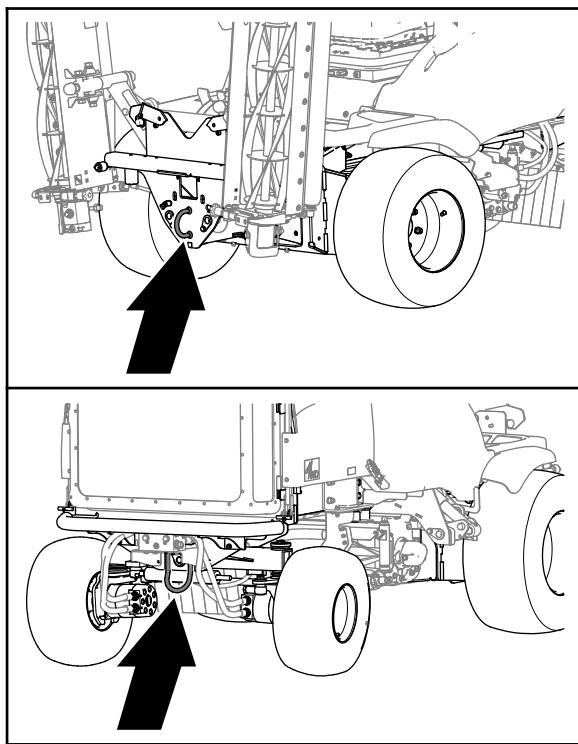

Figure 35
5. Accouplez une barre de remorquage **rígide** entre l'anneau de remorquage avant de la machine et le véhicule de remorquage (Figure 35).